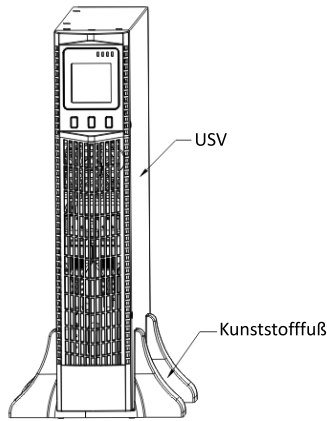

Abb. 11 Installation von USV und Akkueinschub
- ① Setzen Sie zwei Kunststofffußbügel wie in der folgenden Abbildung dargestellt zusammen.
- ② Eben Sie die Füße nach dem Zusammensetzen
2. Installieren Sie die Füße und schieben Sie anschließend die OnLine-USV nacheinander in beide Füße, wie Abb. 11 dargestellt.